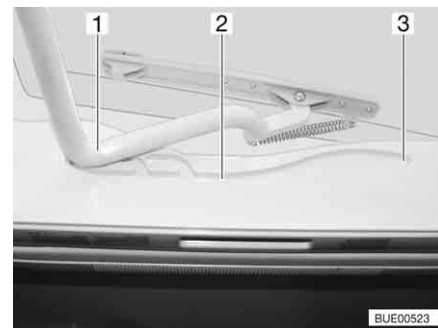

Bild 96 Heki-Dachhaube, Führung
- Den Bügel (Bild 96,1) in den Führungen (Bild 96,2) bis in die hinterste Position (Bild 96,3) ziehen.
- Den Bügel (Bild 96,1) mit beiden Händen leicht nach oben drücken.
- Den Bügel in den Führungen (Bild 96,2) bis zur gewünschten Stellung ziehen.